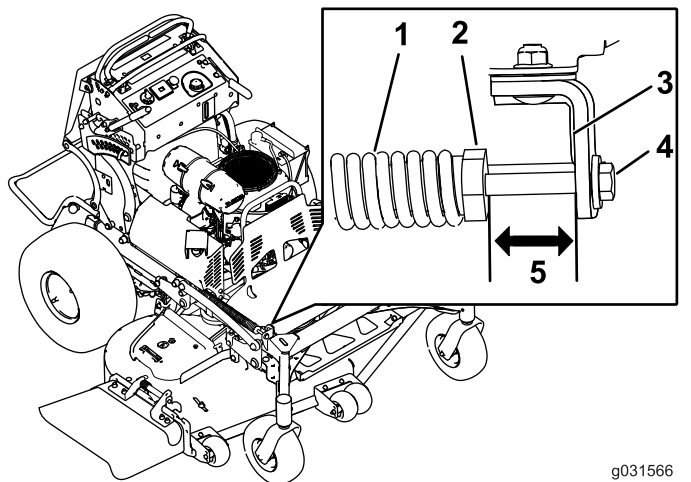

Figure 84
2. Vérifiez la distance entre l'écrou de ressort et l'arrière du support soudé (Figure 84).
3. La distance doit être comprise entre 47 et 50 mm (1,8 et 2 po) (Figure 84).
4. Au besoin, réglez la distance en ajustant le boulon sur l'avant du support (Figure 84).